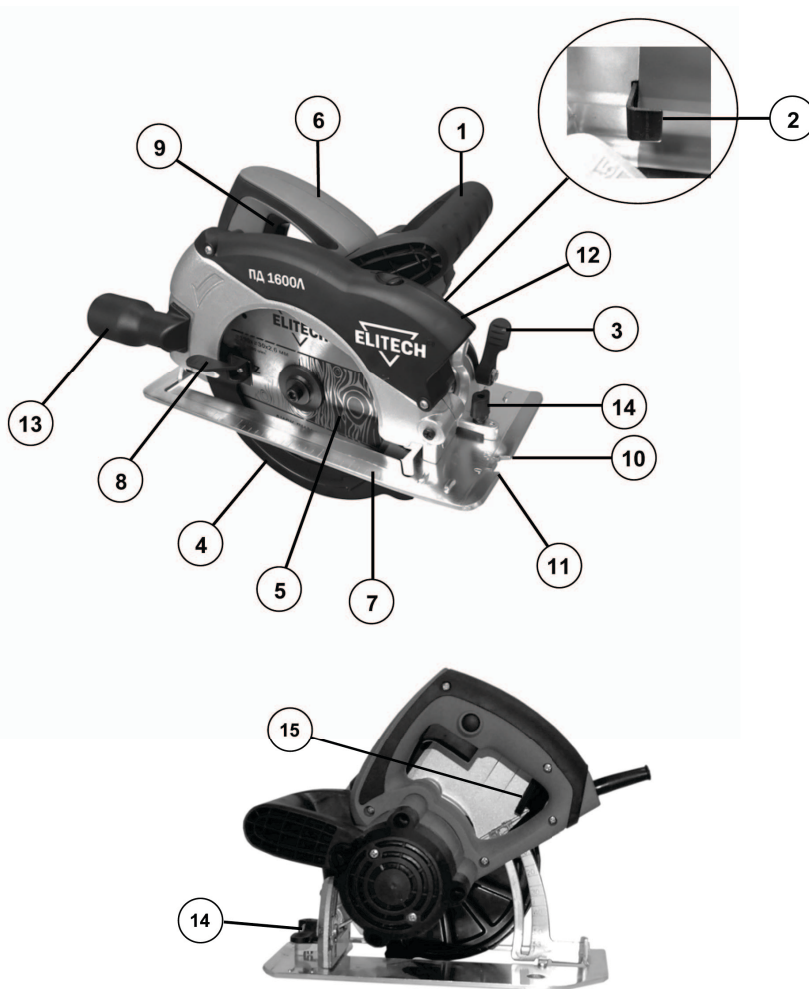
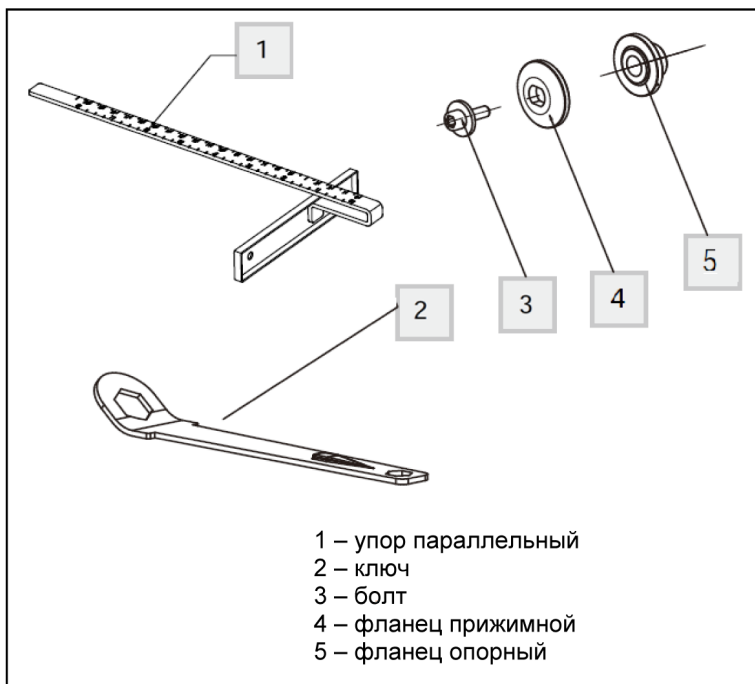

Рис. 1
Рис. 2
2. Зафиксировать пильный диск с помощью ручки фиксации диска (поз. 2, Рис. 1);
3. С помощью ключа (поз. 2, Рис. 2) открутить болт (поз. 3, Рис. 3);
4. Отвести подвижный защитный кожух диска (поз. 4, Рис. 1) назад до упора и зафиксировать его;
5. Снять прижимной фланец (поз. 4, Рис. 2) и пильный диск.
Для регулировки глубины распила ослабьте фиксатор регулировки глубины пропила (поз. 15, Рис. 1). Передвижением опорной платформы вверх или вниз отрегулируйте необходимую глубину пропила. Глубина распила может быть отрегулирована в диапазоне от 0 до 63 мм. После регулировки глубины распила зафиксируйте ручку регулировки глубины распила.
Ослабьте ручку регулировки угла наклона диска (поз. 3, Рис. 1). Передвижением опорной платформы установите необходимый угол наклона диска. После регулировки угла наклона диска зафиксируйте ручку регулировки угла наклона диска.
Для регулировки параллельного упора (поз. 1, Рис. 2) ослабьте винт фиксации ширины распила (поз. 14, Рис. 1) и отрегулируйте ширину распила, передвигая направляющую вправо или влево.
1. Установите пилу (опорную платформу) на пиломатериал и выровняйте положение пильного диска по отношению к линии пропила, пользуясь для этого прорезью для визирования. Если пильный диск не наклонён, совмещайте линию пропила с правой стороной прорези для визирования (Рис. 1, поз. 11), при пилении под наклоном (45°) совмещайте линию пропила с левой стороной прорези
2. Сначала включите циркулярную пилу. Для этого нажмите кнопку защитной блокировки выключателя (поз. 14, Рис. 1) и не отпуская нажмите на выключатель. Дайте пиле набрать максимальные обороты, после чего начинайте обработку пиломатериала.
Для точного пропила используйте лазерный указатель (поз. 12, Рис. 1). Лазерный указатель строит прямую линию пропила, по которой пройдет диск. Лазерный указатель работает от сети 220В. Для включения лазера подключите пилу к электросети и нажмите на кнопку включения лазера, которая находится на корпусе лазерного указателя сзади.
Пила оснащена патрубком диаметром 35мм (поз.13, Рис. 1) для подключения строительного пылесоса. Для подключения пылесоса установите патрубок на пилу и подсоедините к нему шланг пылесоса. Рекомендуется эксплуатировать пилу с подключенным строительным пылесосом.